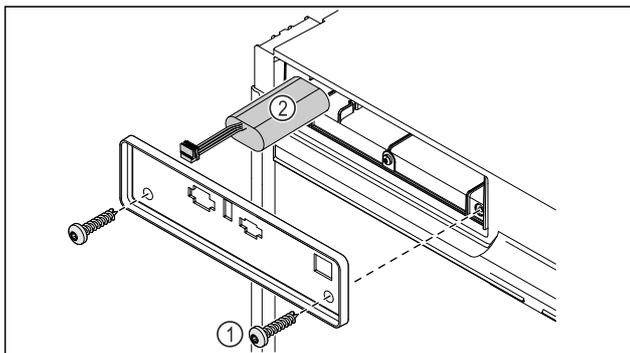

Fig. 228
- ▶ Dévisser les vis et retirer le cache situé à l'arrière de l'appareil Fig. 228 (1).
- ▶ Débrancher et retirer la batterie Fig. 228 (2).